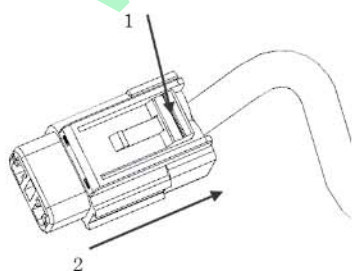

图8-1-7 高音扬声器接插件拆卸示意图
b. 拆卸高音扬声器接插件：如图8-1-7，用力沿箭头1方向压住卡脚，再沿箭头2方向拔出线束插头。